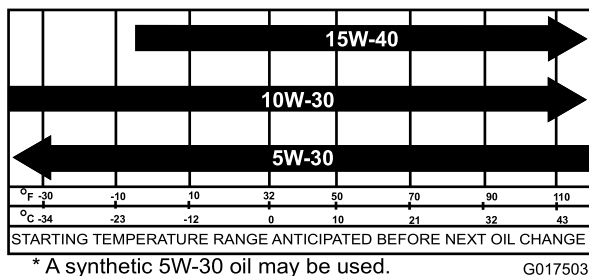

Рисунок 34
5. Залейте в картер масло указанного типа, см. Рисунок 34.